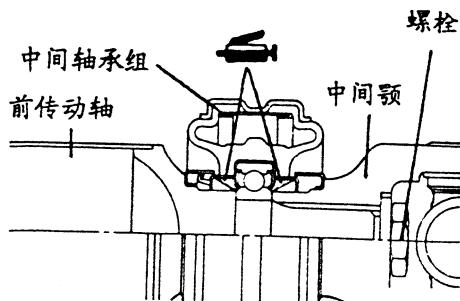

图 4-85 安装中间轴承组与中间颤
- (1) 按图 4-85 所示将中间轴承组安装在前传动轴上。
- (2) 对正中间颤与前传动轴的配合记号。
- (3) 在锁紧螺栓时装入中间轴承组。